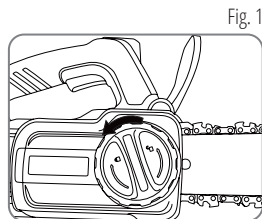

Fig. 1
1. Afloje la cubierta de la cadena girando el mando en sentido antihorario (fig. 1).